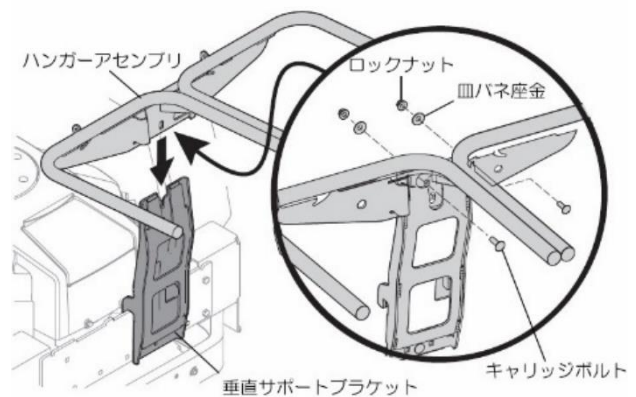

図7
1. ハンガーアセンブリを垂直サポートブラケットに差し込んで固定します。図7を参照してください。下記の部品でしっかりと締め付けてください。